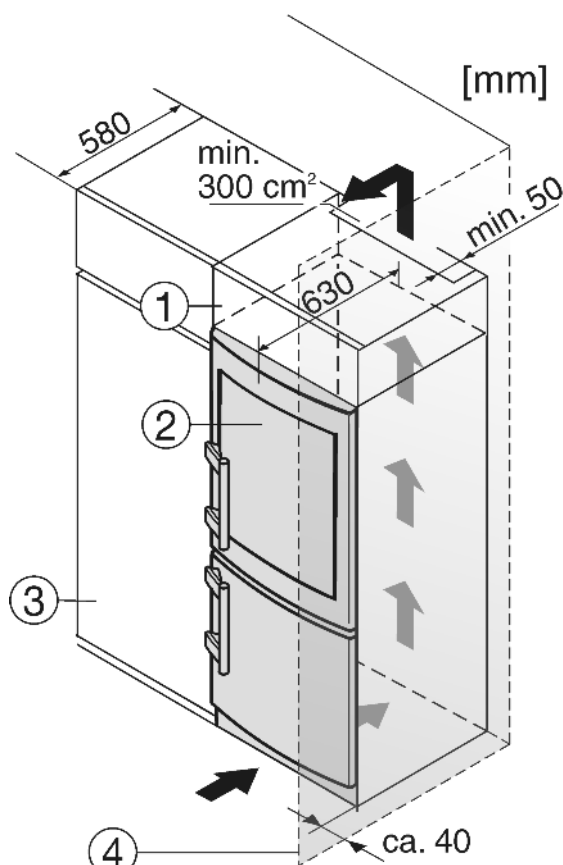

Fig. 21
- (1) Дополнительный шкафчик
(2) Устройство
(3) Кухонный шкаф
(4) Стенка
Устройство может быть окружено кухонными шкафами. Чтобы уравнять устройство Fig. 21 (2) по высоте с кухонной стенкой, можно установить над устройством дополнительный шкафчик Fig. 21 (1).
При комбинировании с кухонными шкафами (глубина макс. , 580 мм) устройство можно установить непосредственно рядом с кухонным шкафом Fig. 21 (3). Дверца устройства выступает по сторонам на 34 мм и по центру устройства на 50 мм относительно передней стенки кухонного шкафа. Поэтому ее можно свободно открывать и закрывать.
Если устройство установлено на шарнирах у стены Fig. 21 (4), то расстояние между устройством и стеной должно быть не менее 40 мм. Настолько выступает ручка при открытой дверце.